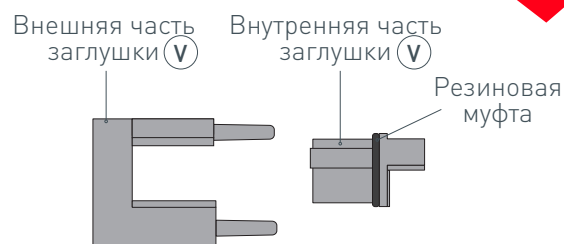

Рис. 3. Компоненты заглушки (V), вид сверху
- 4 / Между двумя компонентами заглушки (V) установите резиновую муфту из комплекта, как показано на рис. 3. Выведите наружу кабель питания светодиодной ленты (IV). Пропустите кабель питания через отверстие во внутренней части заглушки (V) и установите ее на профиль (I), как показано на рис. 4, зафиксировав саморезом из комплекта.